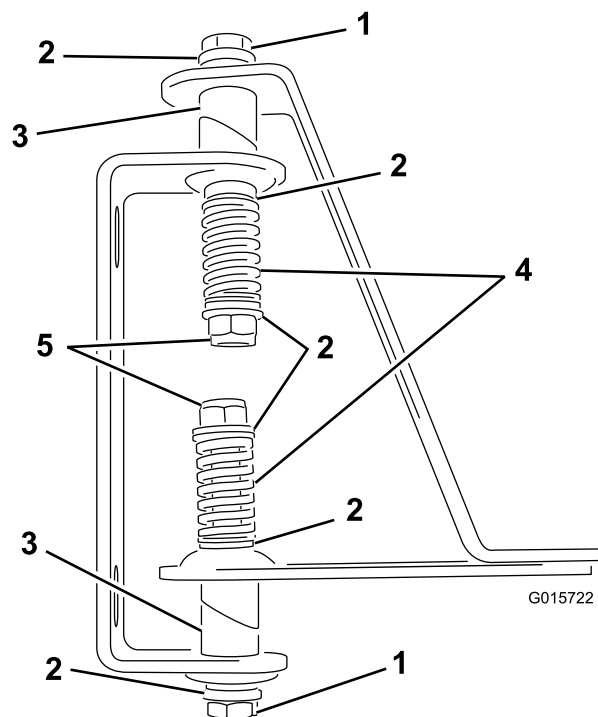

Bild 4
4. Stecken Sie die Schrauben durch die Öffnungen des geschweißten Rohrs, die Scharniere und Riemen (Bild 4).
6. Setzen Sie eine Feder auf das Ende jeder Schraube (Bild 4).